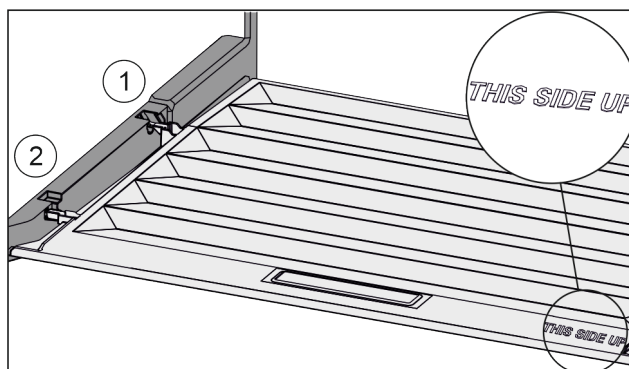

Fig. 132
- ▶ Anbring dækslets tappe over åbningen i den bageste holder Fig. 132 (1), og lad dem gå i indgreb i forreste holder Fig. 132 (2).